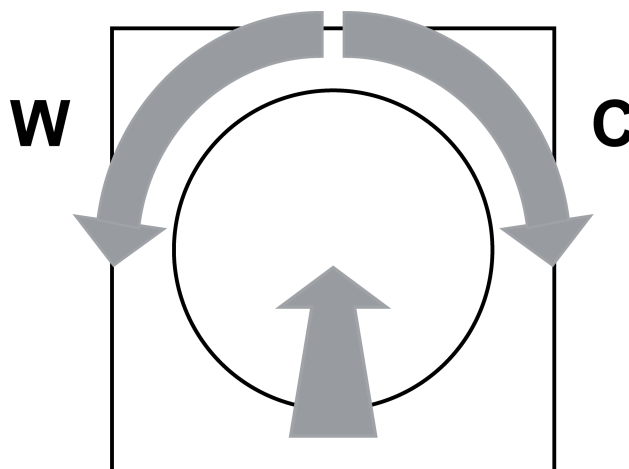

Figure 2
- i** Lors de l'enregistrement de la température de couleur, tenir compte du fait que la dernière rotation du bouton de commande (figure 2) enfoncé doit s'effectuer vers la gauche (W) pour la couleur de lumière la plus chaude et vers la droite (C) pour la couleur de lumière la plus froide.
- Tourner le bouton d'actionnement enfoncé vers la gauche (W), jusqu'à ce que la couleur de lumière la plus chaude souhaitée est atteinte, et le maintenir dans cette position pendant plus de 10 secondes.
- Tourner le bouton d'actionnement enfoncé vers la droite (C), jusqu'à ce que la couleur de lumière la plus froide souhaitée est atteinte, et le maintenir dans cette position pendant plus de 10 secondes.